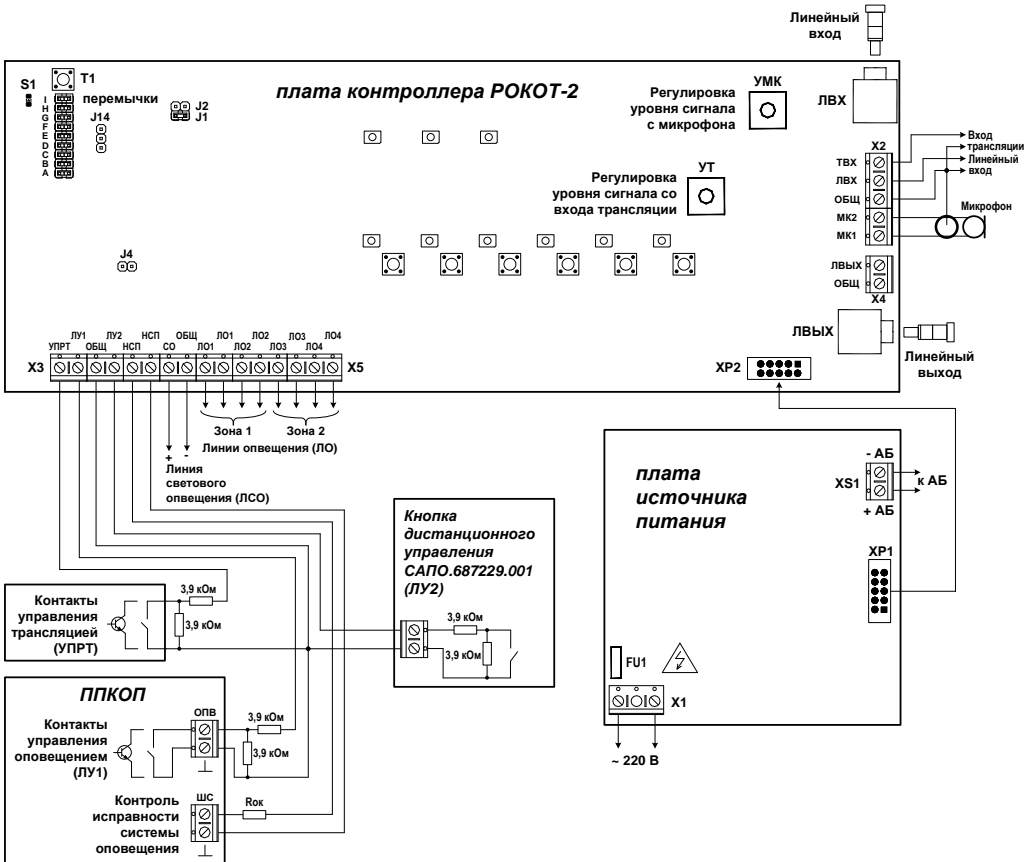

Рис.1 Схема внешних подключений прибора «Рокот-2»
Произведите монтаж всех линий, соединяющих прибор с ППКОП, акустическими системами, световыми указателями, источниками сигналов трансляции, кнопкой дистанционного управления. Для доступа к клеммным колодкам необходимо открыть крышку, открутив винт на крышке внизу корпуса прибора. Схемы подключений – см. рис. 1 – 5.
Внимание! Кнопка дистанционного управления САПО.687229.001 поставляется с установленными в ней резисторами 3,9 кОм. При монтаже не предусмотренной комплектом поставки кнопки необходимо установить два резистора 3,9 кОм согласно схеме подключений – рис.1.
При необходимости размещения в зоне оповещения максимального количества АС (до 20 АС-2-2 или до 8 АС-2-1) с использованием *только одной линии* оповещения допускается объединение выходов ЛО путем установки перемычки между левыми (по рис.1) клеммами выходов ЛО1 и ЛО2 (ЛО3 и ЛО4). Собственное сопротивление проводников такой ЛО должно быть не более 1,5 Ом.
- К клеммам «220В» платы источника питания (см. рис.1) подсоедините кабель сетевого питания. Подайте на прибор напряжение ~220 В 50 Гц.
- Снимите перемычку «А» (см. рис.1) и дождитесь прохождения проверки состояния линий оповещения (не более 20 секунд).
- в дежурном режиме работы, открыв крышку прибора, нажать кнопку T1 на плате контроллера (см. рис.1) и удерживать её до загорания индикатора S1.
Переход в тестирование системы происходит из *дежурного режима* при снятии перемычки «С» (см. рис.1). Пока снята эта перемычка, индикатор НЕИСПРАВНОСТЬ мигает зеленым, контакты выхода «Неисправность» разомкнуты.